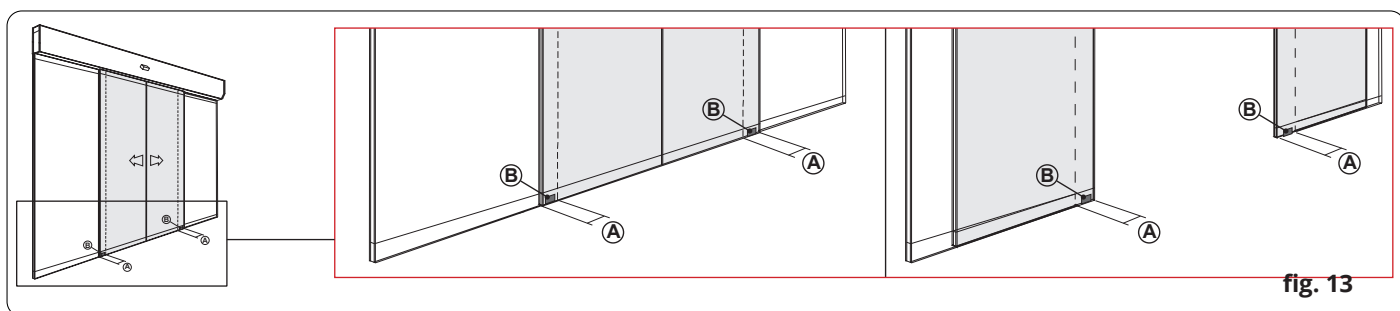

fig. 13
- 1) Individuare la misura **A** (fig.13) in cui l'anta è sempre presente nella traiettoria di apertura/chiusura.
- 2) Posizionare il pattino **B** (fig.13) a terra all'interno della misura **A**, forare e fissare con le viti in dotazione.